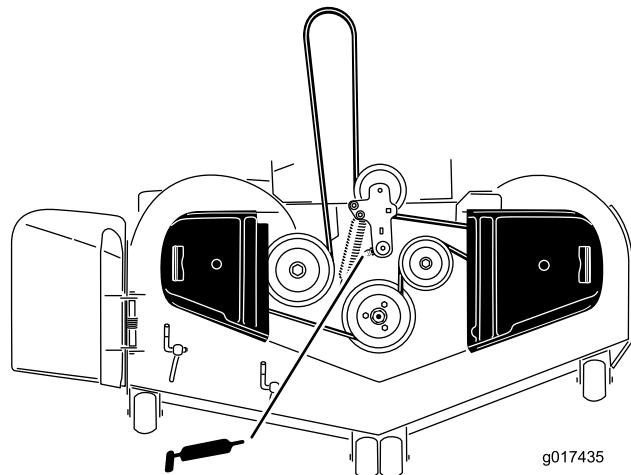

Bild 38
4. Fetten Sie das Drehgelenk der Mähwerkspannscheibe ein, bis Schmiermittel unten austritt (Bild 38).